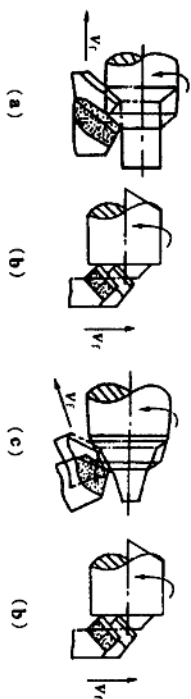

图 1.3
19. 标出图 1.3 中, 车削时的背吃刀量 a_p 及进给量 f 。